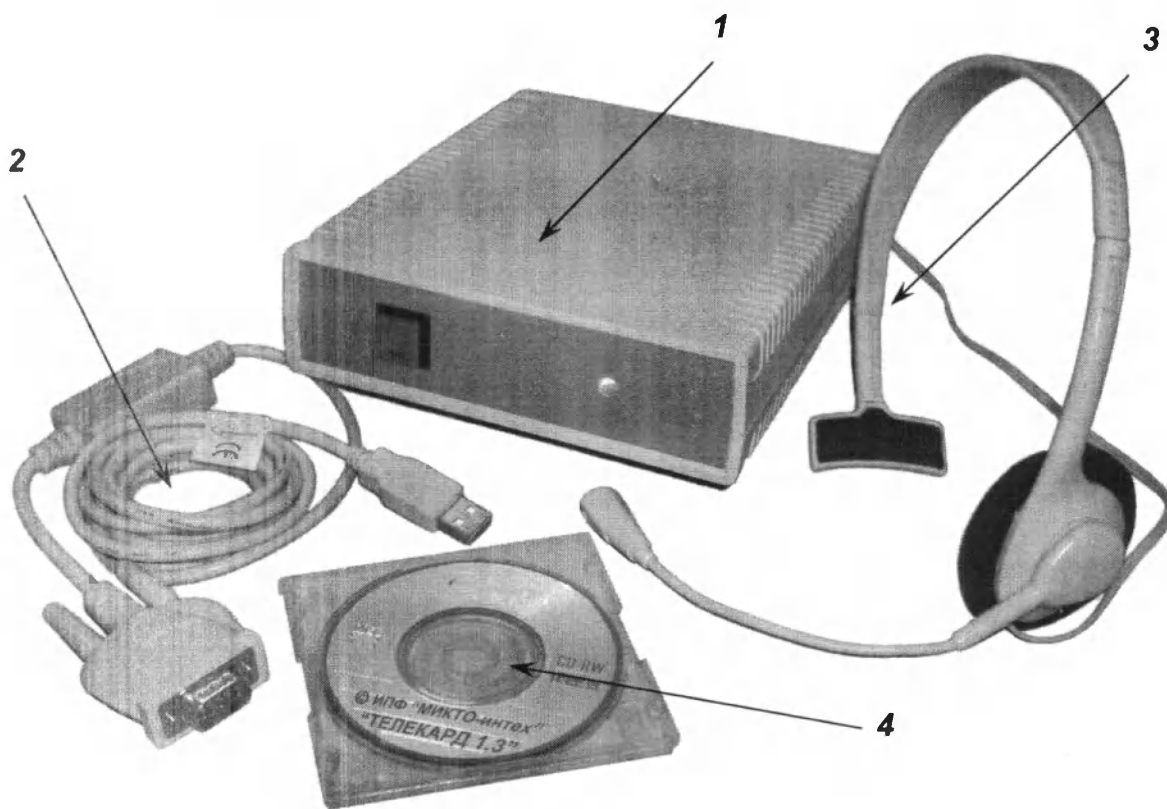

Рисунок 1.
4.4. Состав комплекта поставки блока приема «МИКТО КДП-02» приведен на Рис.1 (Позиции 5, 6, 7 и 8 на рисунке 1 не показаны):